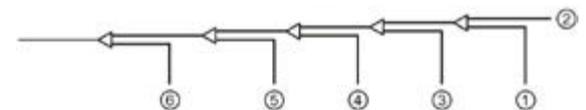

Fig. 14-15
8. Enjuague las otras aberturas de la misma manera, trabajando en secuencia desde la unidad interior A hacia las unidades exteriores. Consulte la Fig.14-15